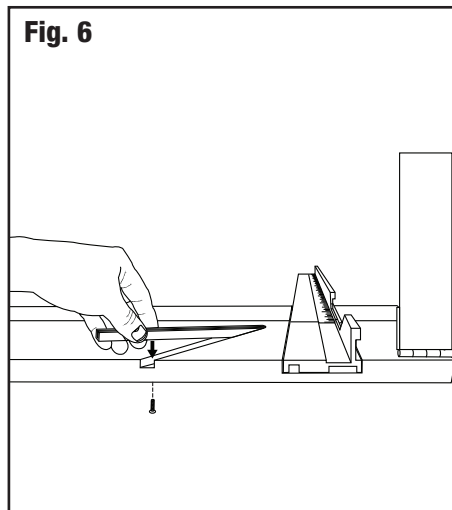

Fig. 6
1. Con la punta redondeada hacia el carril de guía, presione cada uno de los canales de la guía de paspartús en las ranuras en la tabla de cortar (**Fig. 6**).
2. Inserte los tornillos de canal desde LA PARTE TRASERA de la tabla y apriételos (**Fig. 6**).